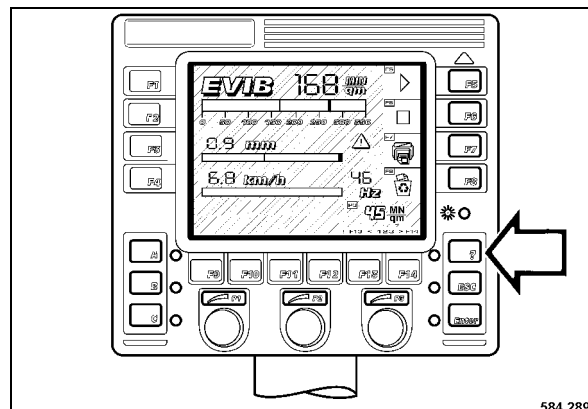

Fig. 80
- Pulsar la tecla con "?" (menú) (Fig. 80).